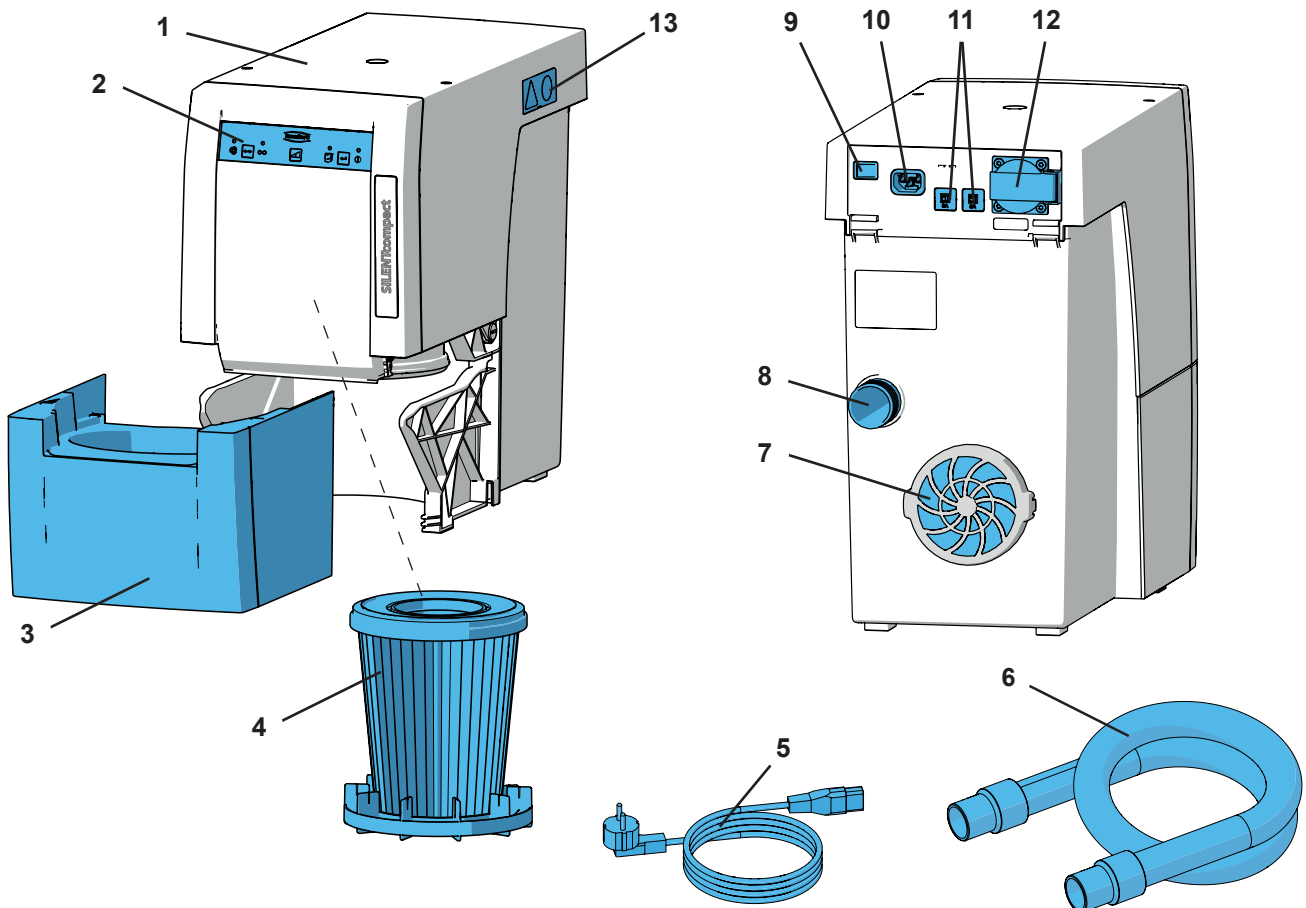

Fig. 1
- la salida de aire (7, Fig. 1) no cuente con ninguna obstrucción.
- ⇒ Desconectar el aparato a través del interruptor de conexión / desconexión (9).
- ⇒ Introducir el cable de red (5, Fig. 1) a la conexión de red (10).
- ⇒ Introducir el tubo de aspiración (6, Fig. 1) en la boca de succión (8).